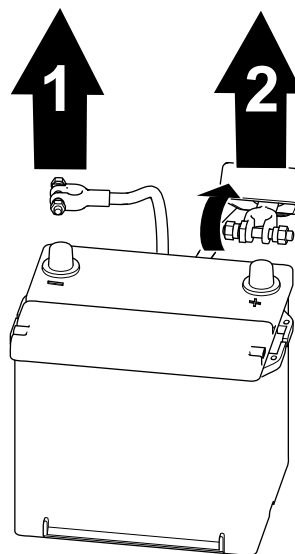

Figura 58
1. Rimuovete il cavo negativo della batteria dal polo della batteria (Figura 58).
2. Sollevate l'isolamento e rimuovete il cavo positivo della batteria dal polo della batteria (Figura 58).